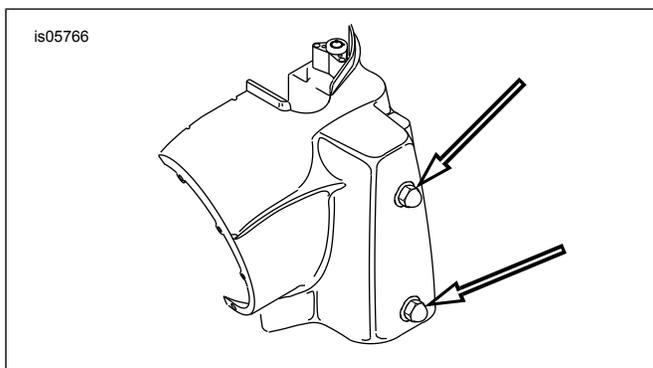

Abbildung 9. Befestigungsteile Scheinwerfergehäuse (FLHR Modelle)
- Siehe Abbildung 9 >. Beide Eichelnüsse lösen, welche die linke Hälfte des Scheinwerfertopfs festhalten (siehe Pfeile). Gleicher Schritt für die rechte Hälfte des Scheinwerfertopfs wiederholen.